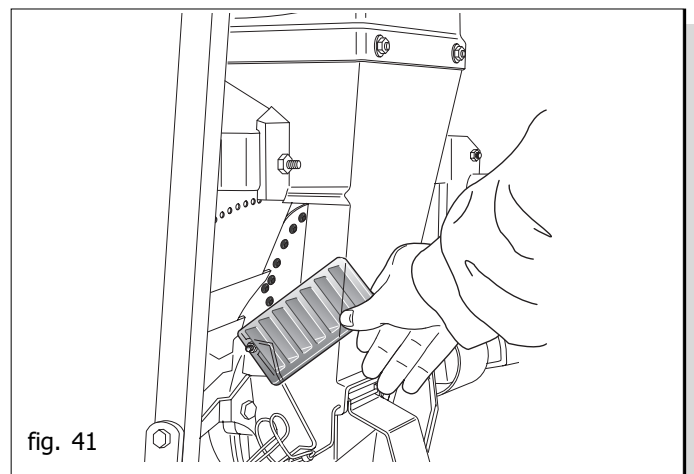

fig. 41
- Regolare il selettore controllando dalla grata trasparente (Fig. 41) che il disco porti un solo seme per foro;